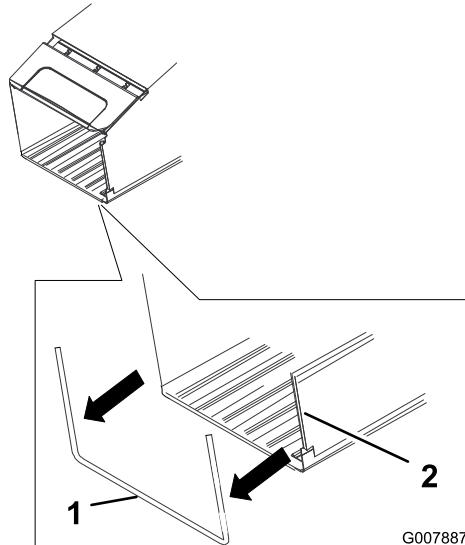

Figura 6
1. Montate i due profili laterali del cesto di raccolta al telaio di quest'ultimo, come illustrato nella Figura 6.